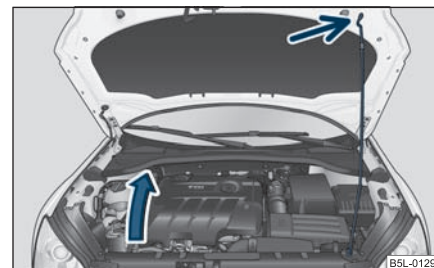

Fig. 206 Asigurarea capotei motorului cu tija de susținere
- Ridicați tija din suport și introduceți-o în orificiul prevăzut pentru aceasta ⇒ pagina 219, fig. 206.